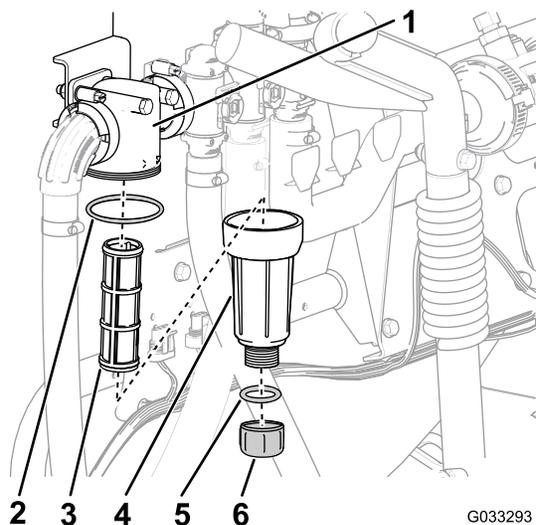

Figura 56
2. Alinhe um recipiente de escoamento debaixo do filtro de pressão (Figura 56).
3. Rode o tampão de drenagem no sentido contrário ao dos ponteiros do relógio e retire-o do recipiente do filtro de pressão (Figura 56).
4. Rode o recipiente no sentido contrário ao dos ponteiros do relógio e retire a cabeça do filtro (Figura 56).
5. Retire o elemento do filtro de pressão antigo (Figura 56).
6. Verifique o anel de retenção do tampão de drenagem (localizado no interior do recipiente) e o anel de retenção do recipiente (localizado no interior da cabeça do filtro) e veja se há danos e desgaste (Figura 56).
7. Instale o novo elemento do filtro de pressão na cabeça do filtro (Figura 56).
8. Instale o recipiente na cabeça do filtro apertando à mão (Figura 56).
9. Instale o tampão no recipiente apertando à mão (Figura 56).